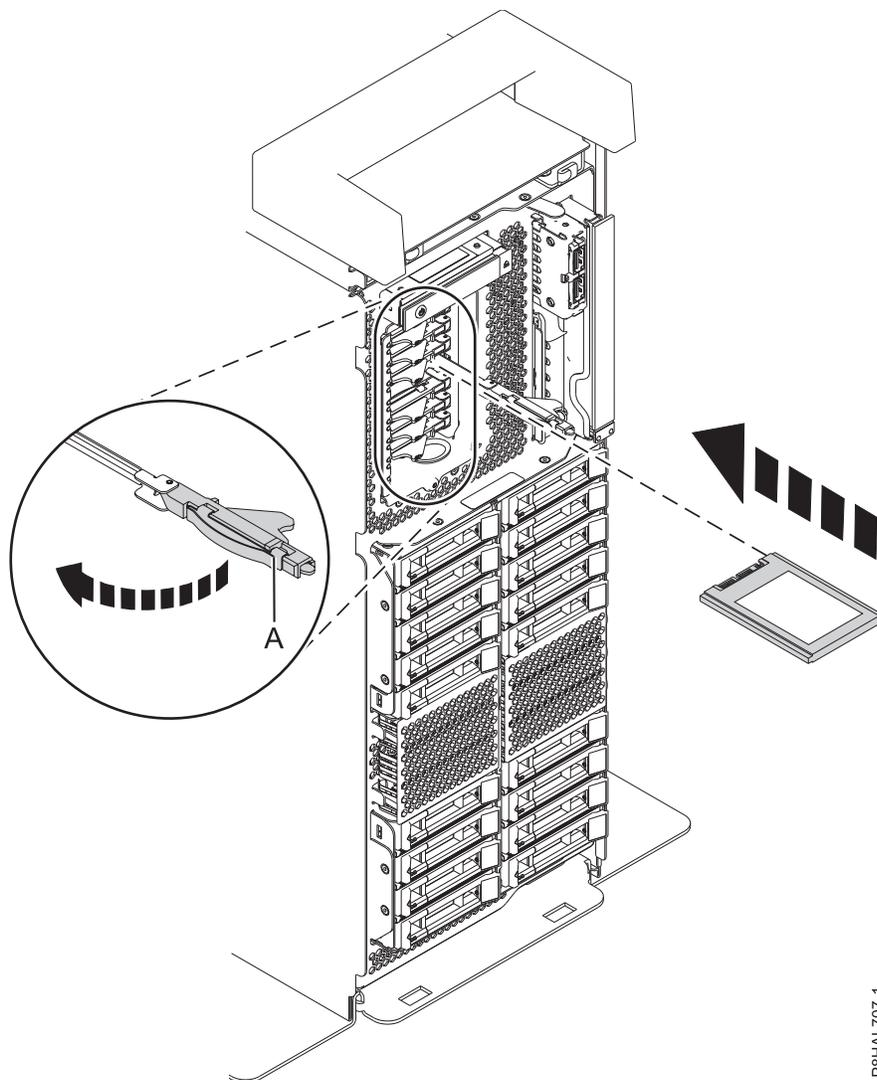

Abbildung 98. Solid-State-Laufwerk in einem Standalone-System mit erweiterten Funktionen austauschen
15. Der Griff des Solid-State-Laufwerks (**A**) muss in der entriegelten Position sein, während Sie ihn nach außen ziehen, um auf die Führungsschienen im Steckplatz des Solid-State-Laufwerks zugreifen zu können. Stützen Sie das Solid-State-Laufwerk unten mit Ihrer Hand, wenn Sie es an den Führungsschienen im Steckplatz des Solid-State-Laufwerks ausrichten. Siehe Abb. 98 auf Seite 111 und Abb. 98 auf Seite 111.
20. Verriegeln Sie das Laufwerk, indem Sie den Griff (**A**) in die gezeigte Richtung drehen. Siehe Abb. 98 auf Seite 111 und Abb. 98 auf Seite 111.